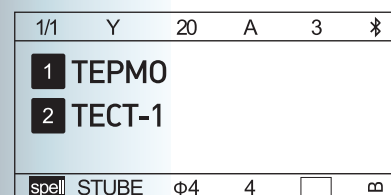

Рисунок 4.3-6
6) Затем заполните второй абзац: "ТЕСТ-1", он появится на дисплее (Рис. 4.3-6)